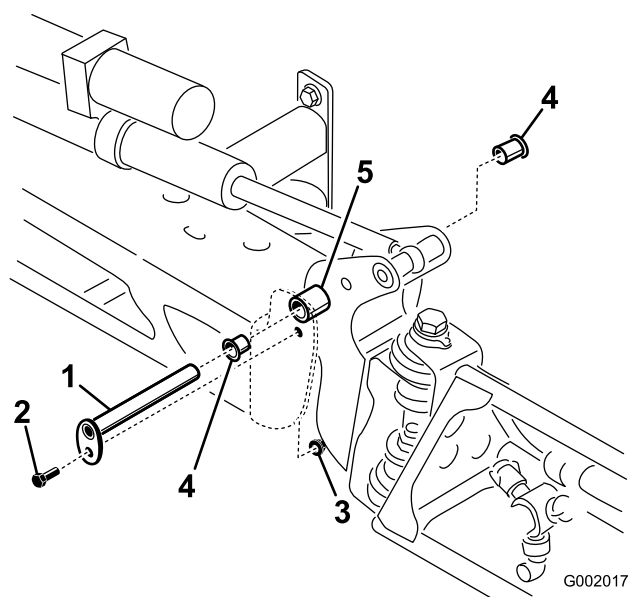

Figura 21
- Montate la barra e la staffa orientabile nel telaio centrale, allineando i fori (Figura 21).
- Quando il peso della barra è supportato, togliete il bullone e il dado che fissano il perno di articolazione nel gruppo barra (Figura 21).
- Togliete le boccole di nylon dal lato frontale e posteriore della staffa orientabile e controllatele (Figura 21).